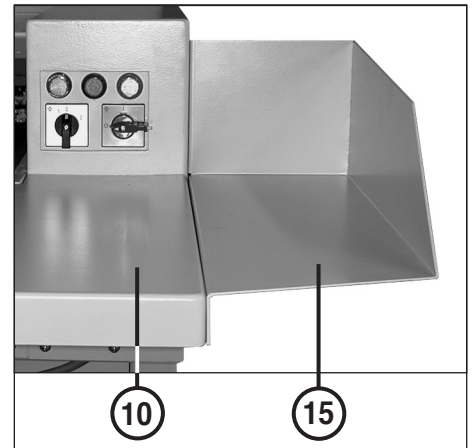
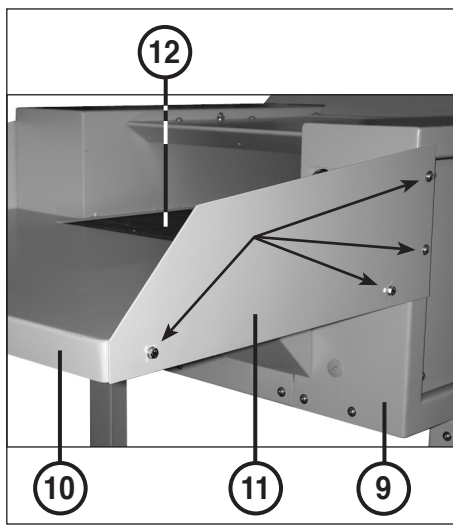
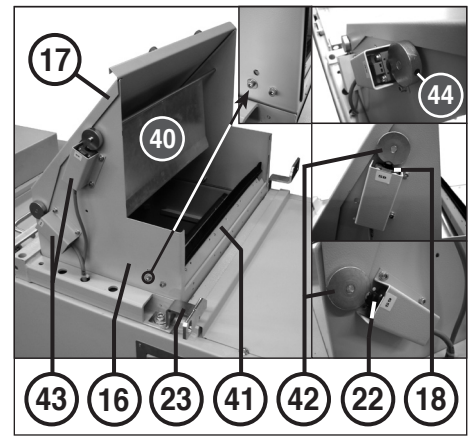

fig. 5
fig. 4
fig. 6
- 11 = Lamiera di protezione (fig. 4)
- 15 = Gomito di protezione (fig. 5) (opzione)
- 18 = Finecorsa S8 (fig. 6 e 7)
- 22 = Finecorsa S9 (fig. 6 e 7)
- 40 = Sportello di commutazione (fig. 6)
- 41 = Listello portaspaZZole (fig. 6)
42 = Camma (fig. 6)
43 = Copertura interruttore (fig. 6)
44 = Perno filettato (fig. 6)
### MONTAGGIO DELLE PROTEZIONI LATERALI (15) (fig. 4 e 5):
All'occorrenza si può ingrandire la superficie di appoggio del piano montando due protezioni laterali (15) (fig. 5) invece delle due lamiere di protezione (11) (fig. 4) (v. anche il punto "ACCESSORI SPECIALI")
1. Svitare le 4 viti con rondelle dalla parete laterale della cassa (9), a sinistra e destra, nonché dal piano (10) (v. frecce fig. 4).
2. Rimuovere entrambe le lamiere di protezione (11) e avvitare le due protezioni laterali (15) sulla parete laterale della cassa (9), a sinistra e destra, nonché sul piano (10) con l'ausilio delle viti e rondelle precedentemente svitate.
### MONTAGGIO DELLA TRAMOGGIA (16) (fig. 6):
1. Allentare la sicurezza di trasporto (legatore) alla porta di rimozione (25) e orientare la porta verso il basso.
2. Togliere la tramoggia (16) dalla zona di compressione, come illustrato, piazzarla sopra l'apertura di riempimento e servendosi delle 7 viti ad esagono cavo M6x12 fissarla dall'interno alla pressa.
3. Ruotare il listello portaspaZZole (41) sulla tramoggia (16) in posizione verticale (spazzola rivolta verso l'alto) e fissarlo sulla tramoggia in questa posizione (utilizzare il foro inferiore) con le due viti a esagono cavo M6x16 e le due rondelle in dotazione.
4. Smontare ambedue le coperture interruttore (43). Svitare il perno filettato (44) sulla camma (42) dello sportello di commutazione (40) e estrarre la camma. Rimuovere lo sportello di commutazione (40), infilarlo nelle aperture per la posizione di commutazione soprastante nella tramoggia (16) e fissarlo di nuovo.
5. Fissare il finecorsa S8 (18) con 2 viti M4x40 e dadi M4 al di sotto della camma dello sportello di commutazione (40). Svitare il perno filettato (44) (chiave a brugola 2,5 mm), ruotare la camma in posizione e serrare di nuovo il perno filettato.
6. Fissare il finecorsa S9 (22) con 2 viti M4x40 e dadi M4 al di sotto della camma dello sportello di copertura (17). Svitare il perno filettato (44) (chiave a brugola 2,5 mm), ruotare la camma in posizione e serrare di nuovo il perno filettato.
7. Posizionare le due coperture interruttore (43) ciascuna sopra i finecorsa e fissarle con due viti M5x16 e dadi M5 ciascuno alla tramoggia.